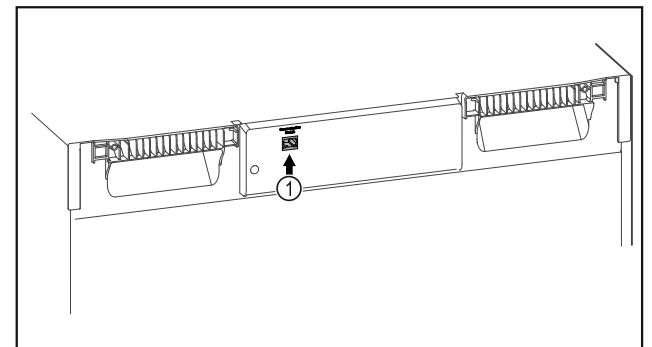

Fig. 136
- SmartModule Fig. 136 (1) on otettu käyttöön.